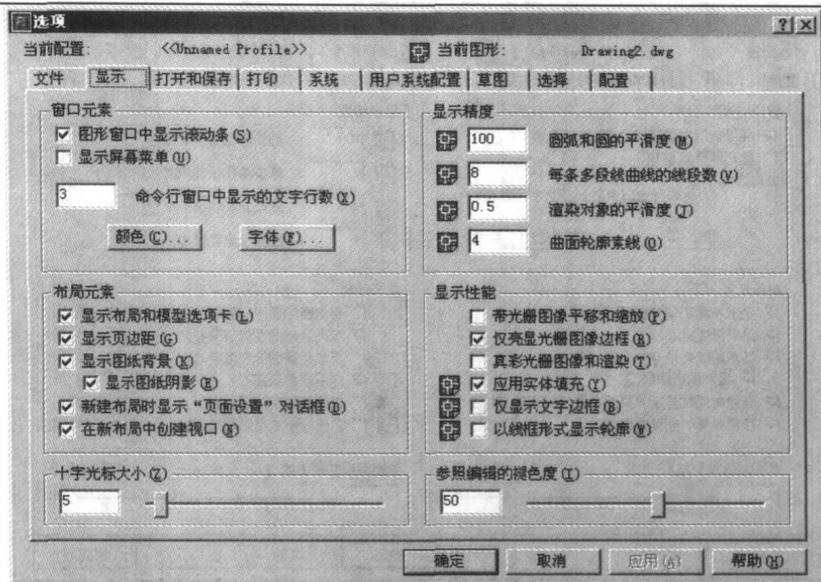

图1-9 【选项】对话框
- 单击【工具】/【选项】命令，打开【选项】对话框。单击【显示】选项，进入【显示】选项卡，如图 1-9 所示。